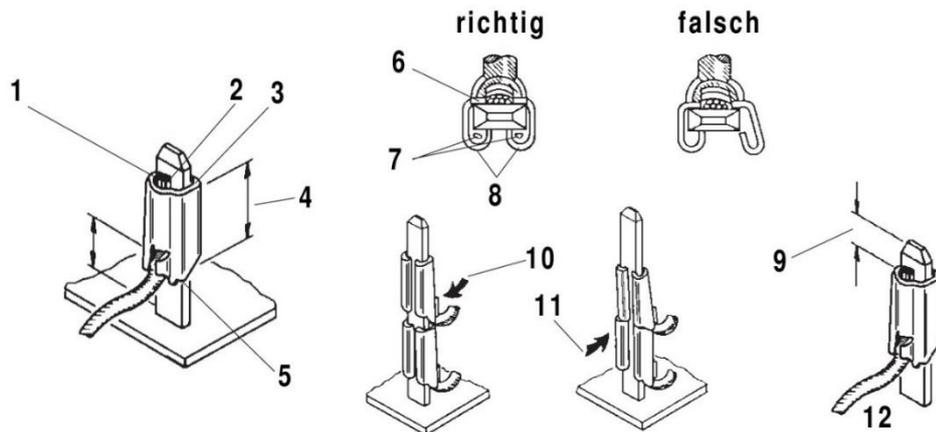

Abbildung 12: Korrekte Clip Verbindung
7. Begutachten Sie die Verbindung. Eine korrekte Clip-Verbindung sollte wie in Abbildung 12: Korrekte Clip Verbindung dargestellt sein. Für die vom Verdrahtenden zu beachtende Qualitäts-Überprüfung ist GP 2019 (Anhang) nachzulesen.